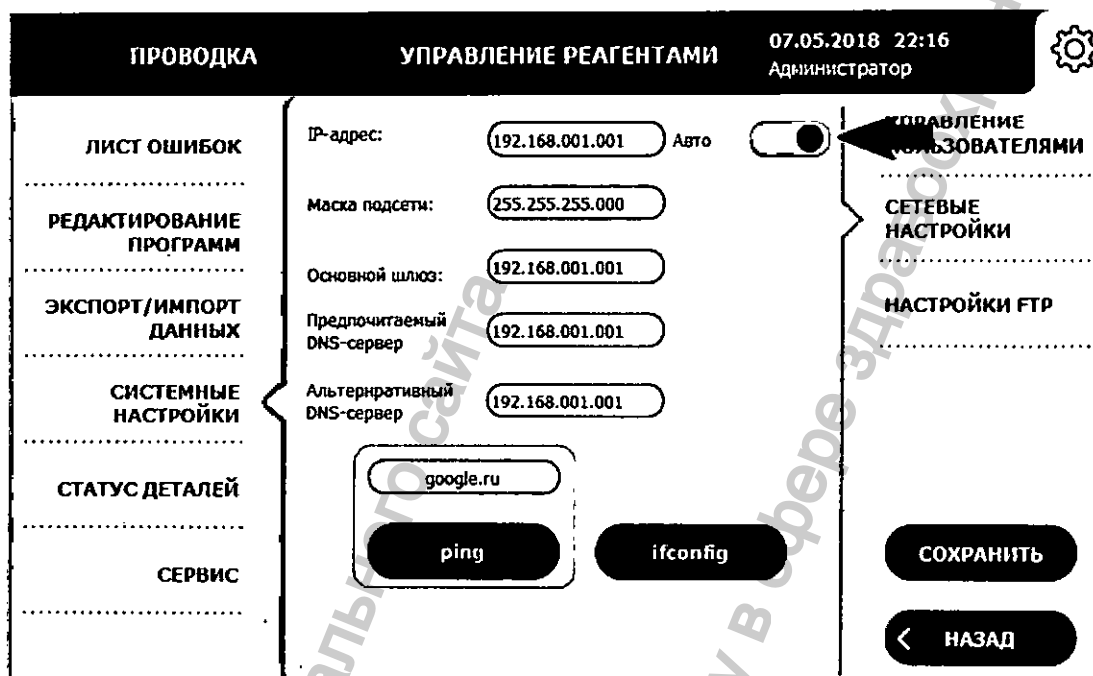

Рисунок 3.52. Автоматическое получение IP-адреса
1. Установите переключатель (рисунок 3.52) в положение **АВТО** для получения IP-адреса автоматически.